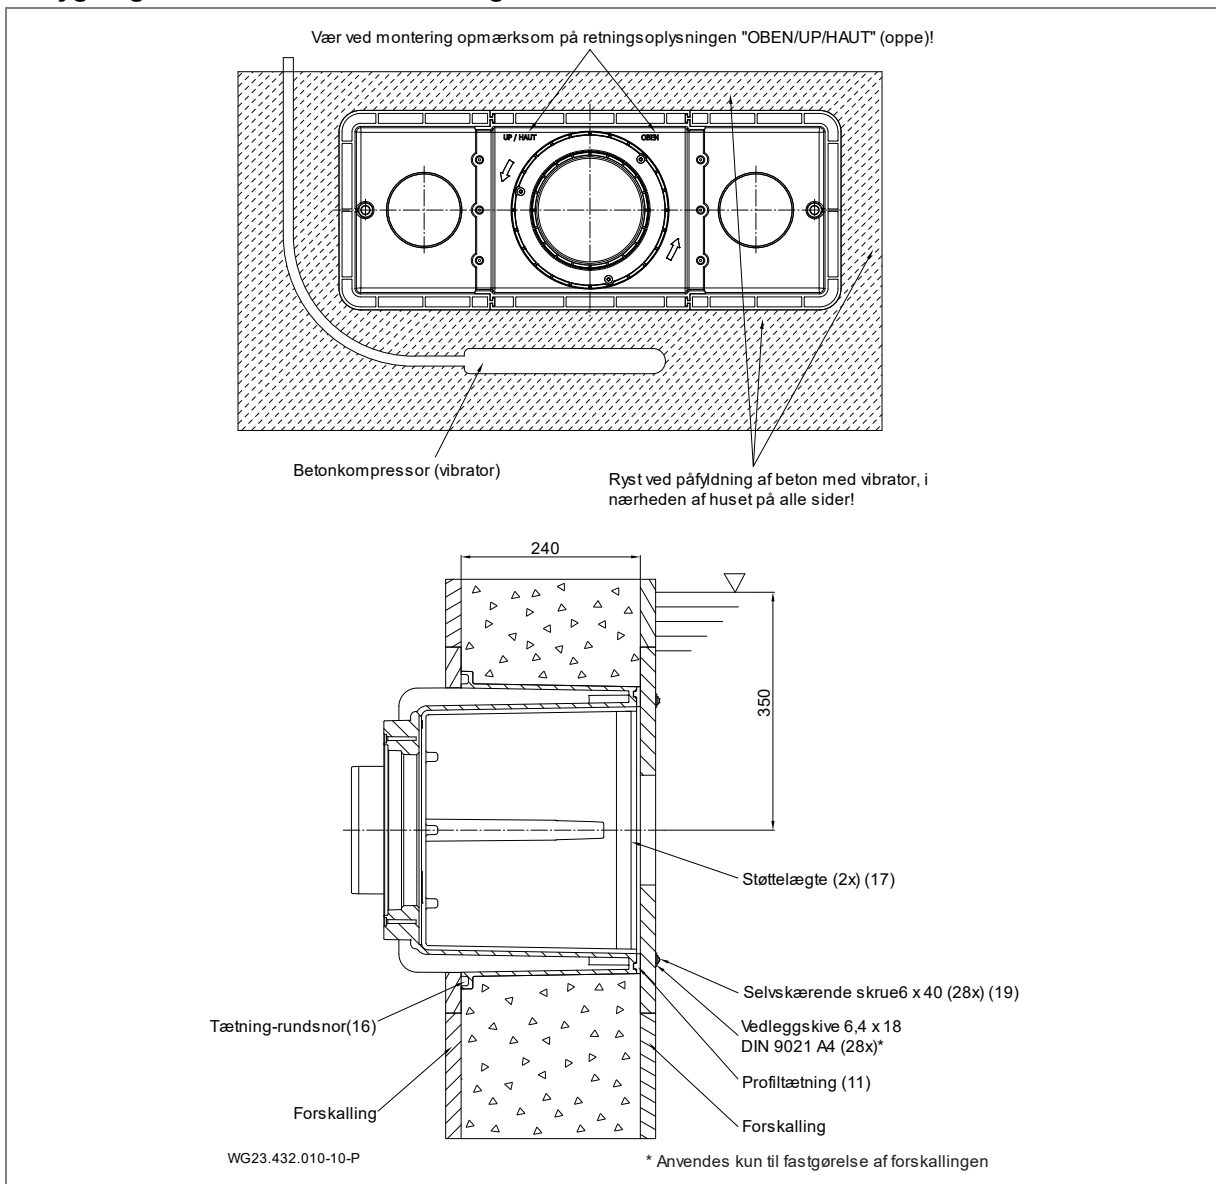

Fig. 6
Det anbefales at oprette en omløbende ring af epoxidharpiks/kvartssand på ydersiden af huset (1), der vender mod bassinet, for at tætte det mod betonvæggen. Se "Fig. 6" på side 15.